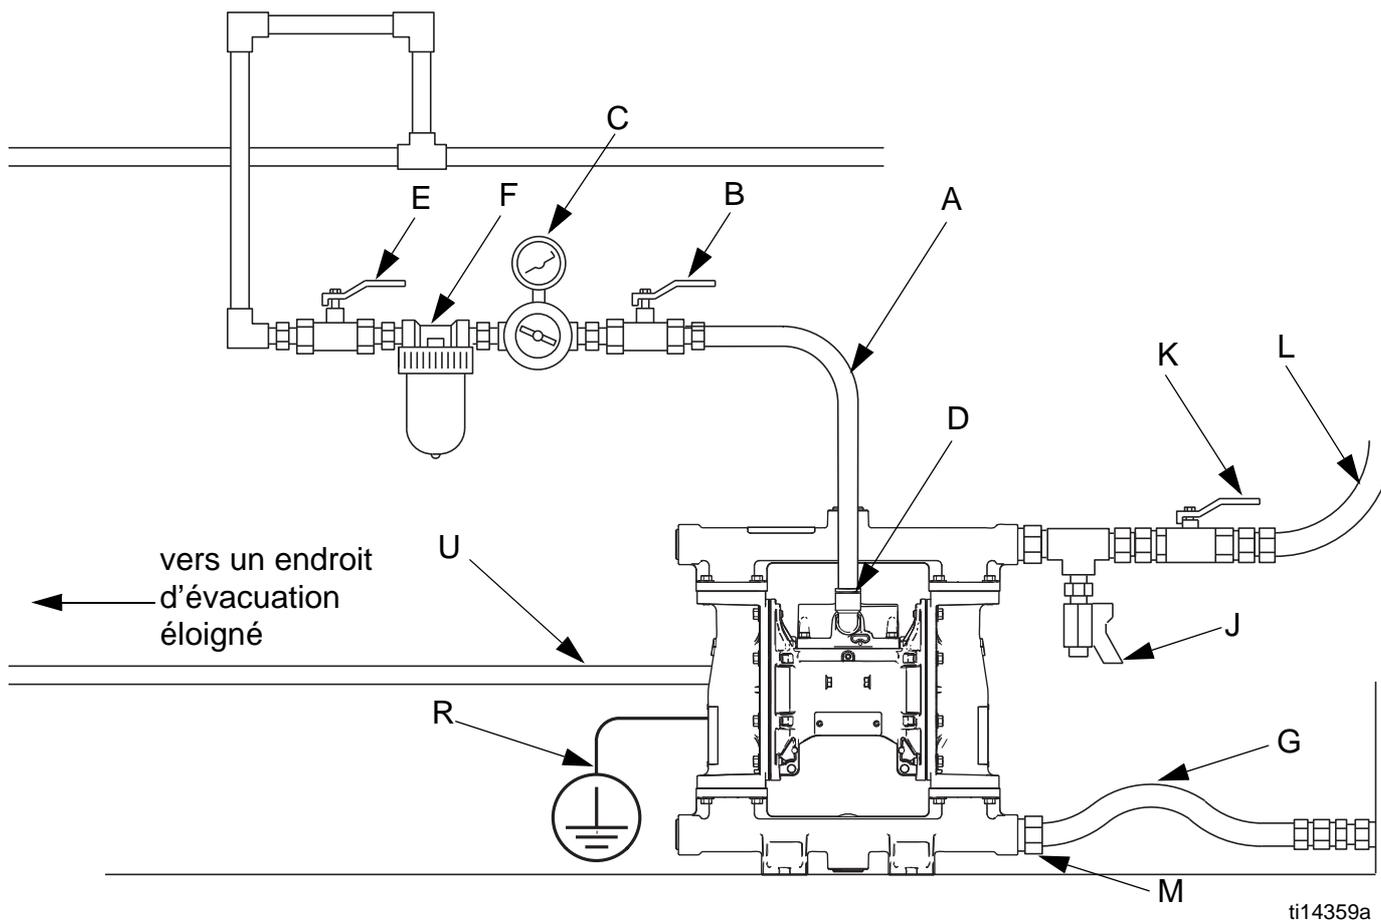

FIG. 3. Installation type
- L'installation type montrée sur la FIG. 3 sert uniquement de guide pour la sélection et l'installation des composants du système. Contacter votre distributeur Graco qui vous aidera à configurer un système répondant à vos besoins.
2. Monter en position horizontale droite, comme indiqué sur la FIG. 3.
Voir FIG. 3, page 11.
3. Monter une autre vanne principale de type purgeur (E) en amont de tous les accessoires de la conduite de gaz naturel pour isoler ces derniers pendant les opérations de nettoyage et de réparation.
4. Un filtre (F) élimine les saletés et l'humidité néfastes de l'alimentation en gaz comprimé.
5. Installer un flexible de gaz relié à la terre entre les accessoires et l'entrée de la pompe (D) de 1/2 po. npt(f). Voir la FIG. 3. Utiliser un flexible de diamètre intérieur minimum de 13 mm (1/2 po.).
Voir la FIG. 3.